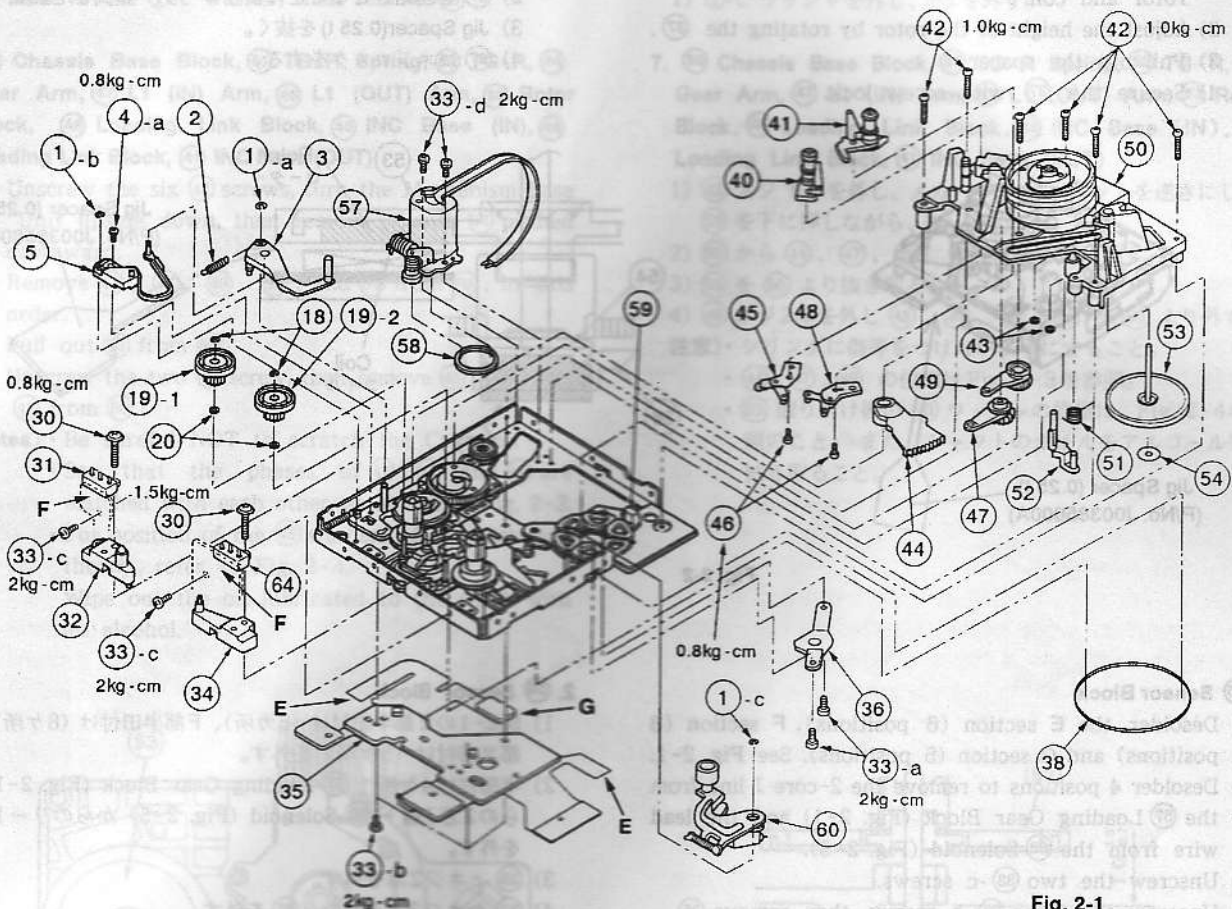
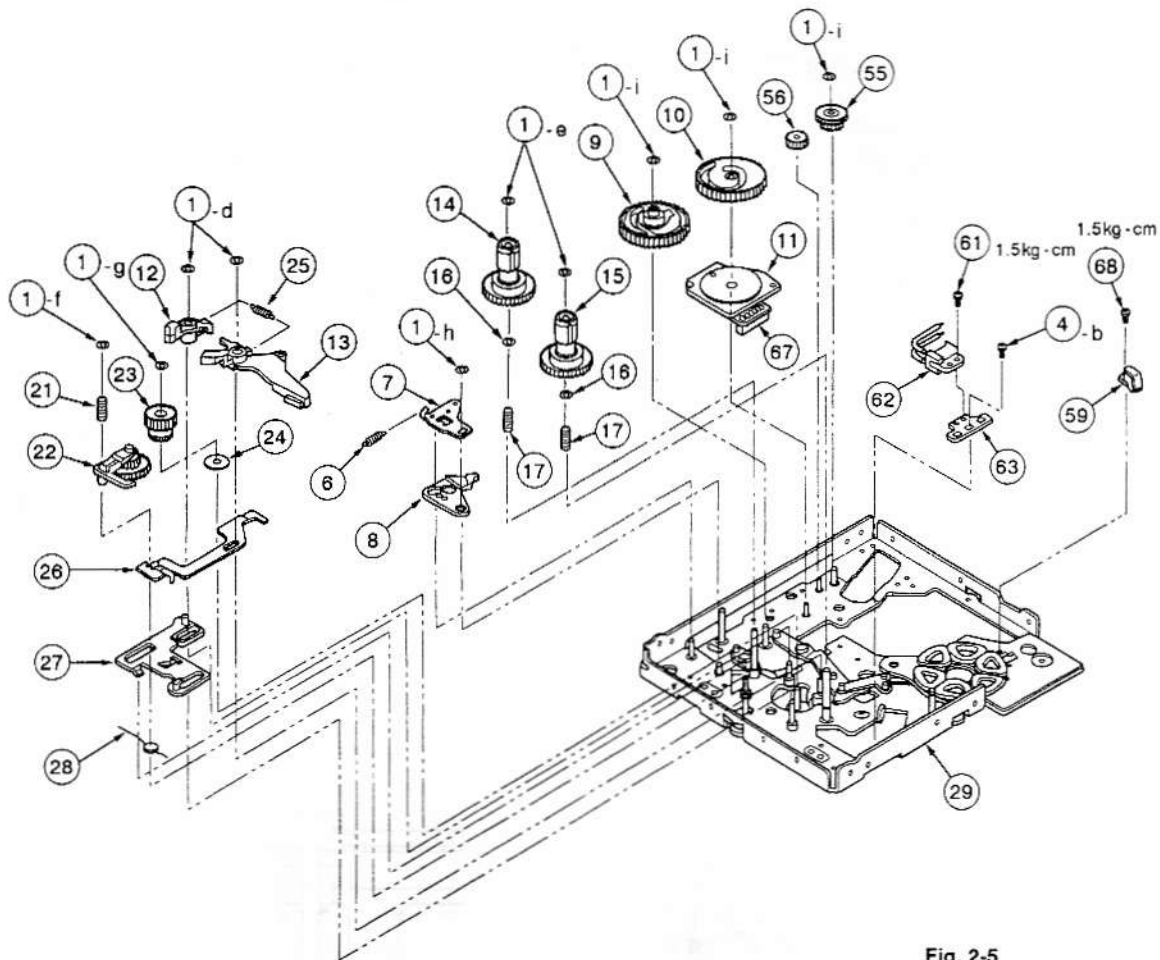

Fig. 2-1
Fig. 2-5
- 1) Desolder the E section (6 positions), F section (8 positions) and G section (5 positions). See Fig. 2-1.
- 2) Desolder 4 positions to remove the 2-core J line from the ⑤⑦ Loading Gear Block (Fig. 2-1) and the lead wire from the ⑥② Solenoid (Fig. 2-5).
- 3) Unscrew the two ③③-c screws.
- 4) Unscrew the three ③③-b screws, then remove ③⑤.
- 1) 図2-1のE部半田付け(6カ所)、F部半田付け(8ヶ所)、G部半田付け(5ヶ所)を外す。
- 2) 半田付け4ヶ所 [⑤⑦ Loading Gear Block (Fig. 2-1) からの2芯J線 + ⑥② Solenoid (Fig. 2-5) からのリード線] を外す。
- 3) ③③-c ネジ2本を外す。
- 4) ③③-b ネジ3本を外し、③⑤を外す。